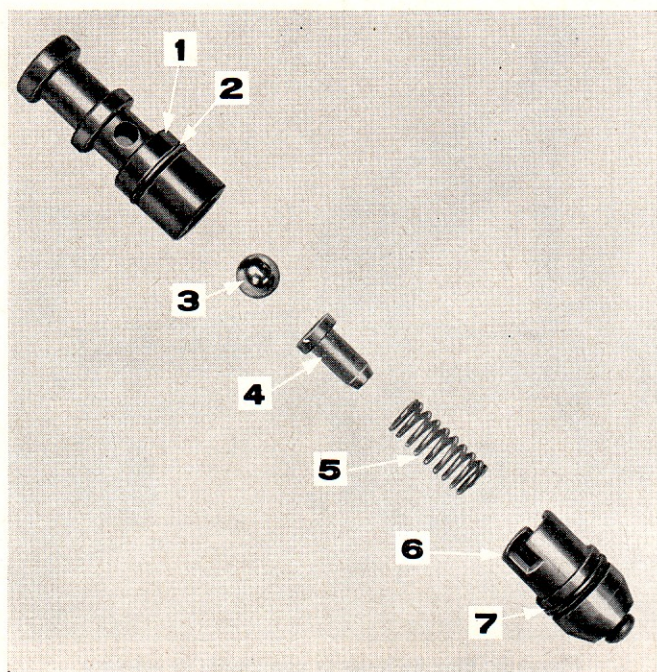

Figure 31: Vue éclatée du clapet de retenue
3. Au moyen de pinces à becs longs, extraire d'un bloc du couvercle de relevage le logement complet du ressort de clapet de retenue avec le ressort, le guide de clapet et la bille. Extraire le joint torique (Figure 31).
21. Monter la bille du clapet de retenue, le guide de ressort, le ressort et le guide de clapet avec un joint torique neuf (Figure 31).